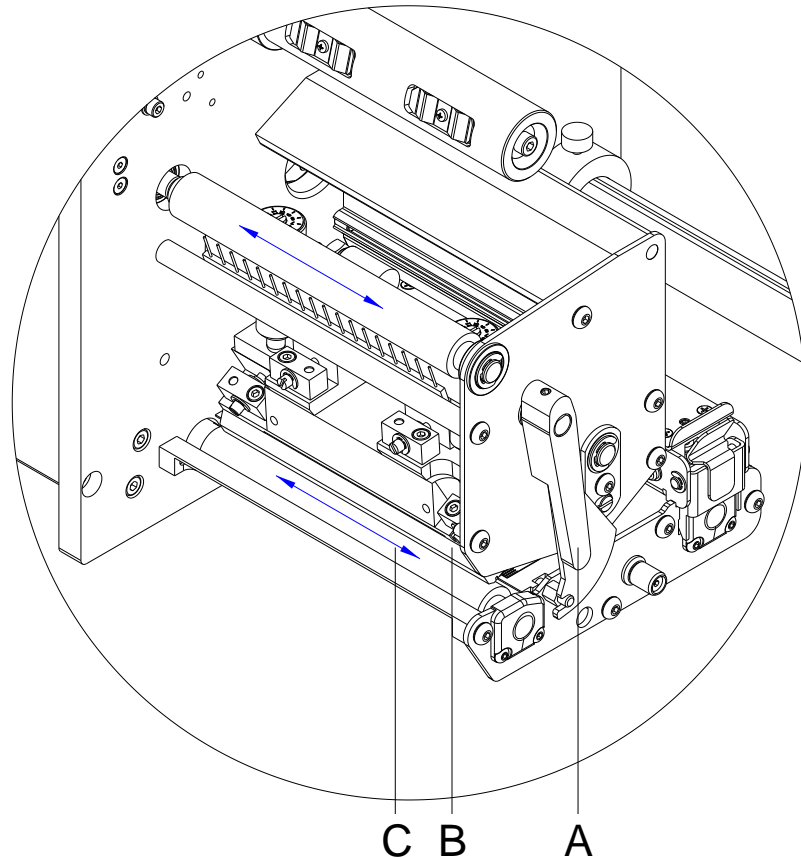

Abbildung 21
2. Andruckhebel (A, in Abbildung 21) gegen den Uhrzeigersinn drehen, um den Druckkopf zu entriegeln.